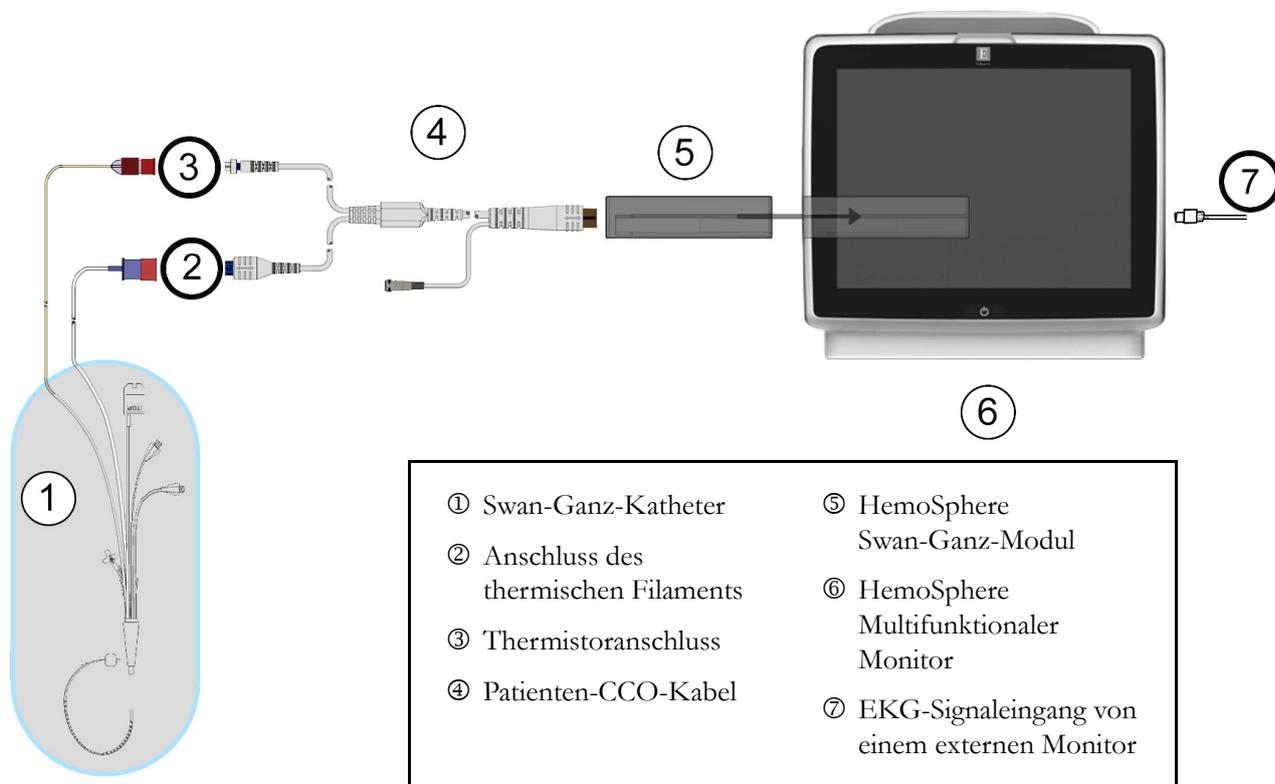

Abbildung 9-7 Übersicht der Anschlüsse für die EDV/RVEF-Überwachung
- 2 Schließen Sie das Katheterende des Patienten-CCO-Kabels an den Thermistoranschluss und die Anschlüsse des thermischen Filaments des Swan-Ganz CCombo V-Katheters an. Diese Anschlüsse sind in mit ② und ③ gekennzeichnete Abbildung 9-7.